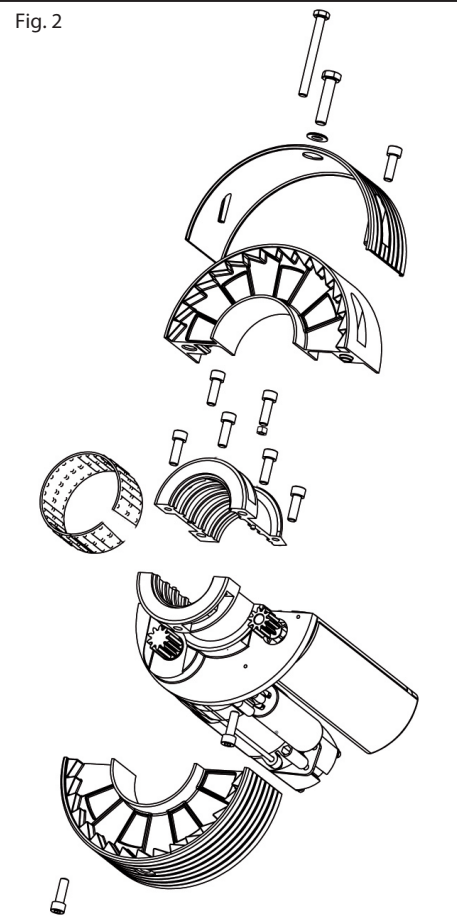

Fig. 2
- C) Smontare la corona del motoriduttore in due metà, svitando le viti M8 (FIG. 2).
- D) Estrarre con delicatezza dallo chassis la fascia a rulli in plastica, evitando forti piegature che causerebbero la fuoriuscita dei rullini. Tale operazione non si effettua in presenza di motoriduttore Roll 76 e Roll 101, poiché non dotati di fascia a rulli (FIG. 2).
- E) Smontare lo chassis del motoriduttore, svitando le quattro viti M8 (FIG. 2).
- G) Accoppiare sull'albero della serranda la parte dello chassis che contiene il motore elettrico con il collare di chiusura, mediante le quattro viti M8 (FIG. 2).
- I) Montare sul collo dello chassis la fascia a rulli, facendo sempre attenzione a non effettuare forti piegature al fine di evitare la fuoriuscita dei rullini. Tale operazione non si effettua in presenza di motoriduttore Roll 76 e Roll 101, poiché non dotati di fascia a rulli (FIG. 2).
- L) Montare sullo chassis le due semicorone, facendole ruotare sulla fascia a rulli e fissarle con le due viti M8. In presenza di motoriduttore Roll 76 e Roll 101 la corona ruoterà direttamente sul collo dello chassis tornito (FIG. 2).